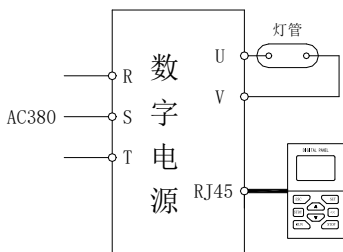

图 6-1 操作面板简单接线图
- 1、 电气连接：R、S、T 接三相 380V 交流电源、UV 端子接灯管如上图 6-1